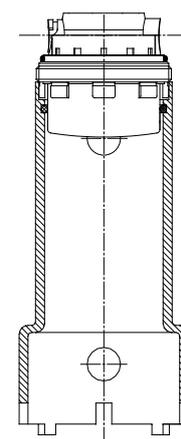

Abb. 3
- 1.10 Die Messkapsel mit den Klauen in den Montageschlüssel stecken (Abb. 3).
Der Universal-Montageschlüssel (siehe Abb. 3) passt für Minol Messkapselzähler der Baureihen Minomess MB 1, Minomess MB 2, Minomess MB 3 (Minolas), Minolist ER1 (ab 1999) sowie dem Allmess-MK 6000 zum Ein- und Ausschrauben der Messeinsätze.